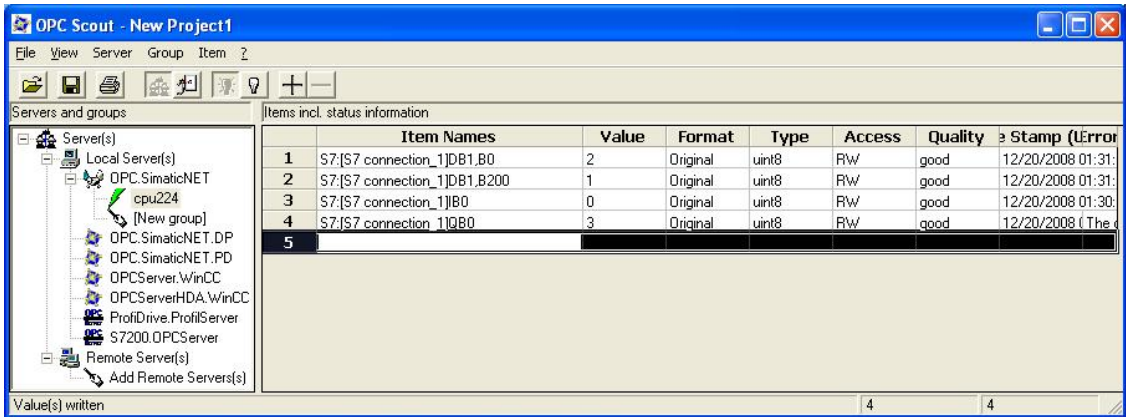

图 27
4. 在 OPC Scout 中对 Q 变量赋值，如图 27, QB3